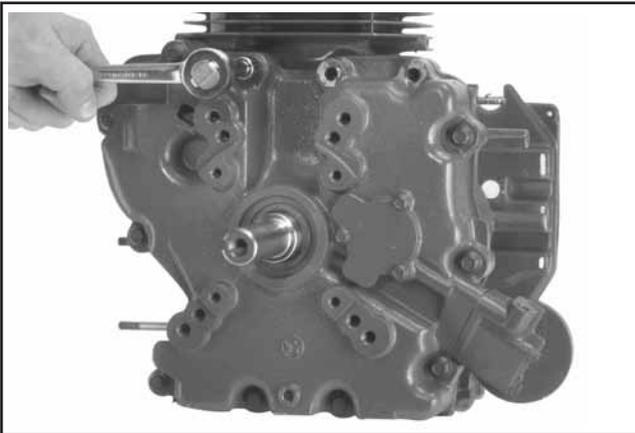

Figura 9-41. Retirar a Placa de Fecho.
1. Retire os doze parafusos de flange hexagonais que fixam a placa de fecho ao cárter. Consulte a Figura 9-41.